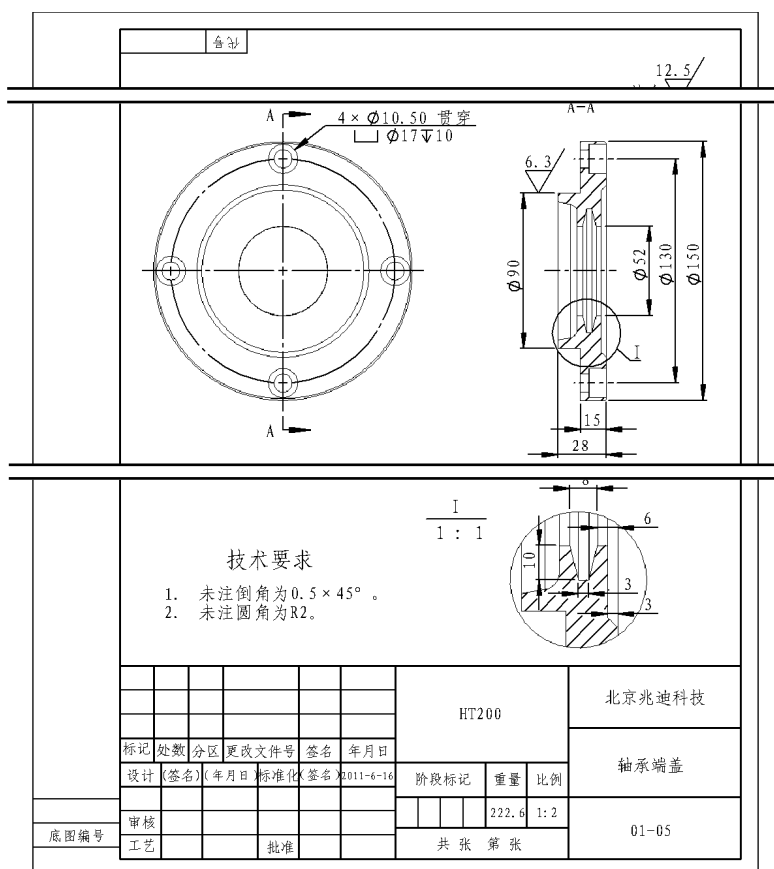

图 7.2.21 工程图文件
Step1. 打开工程图文件 D:\sw18.5\work\ch07.02.03\shell_bearing.SLDDRW，如图 7.2.21 所示。